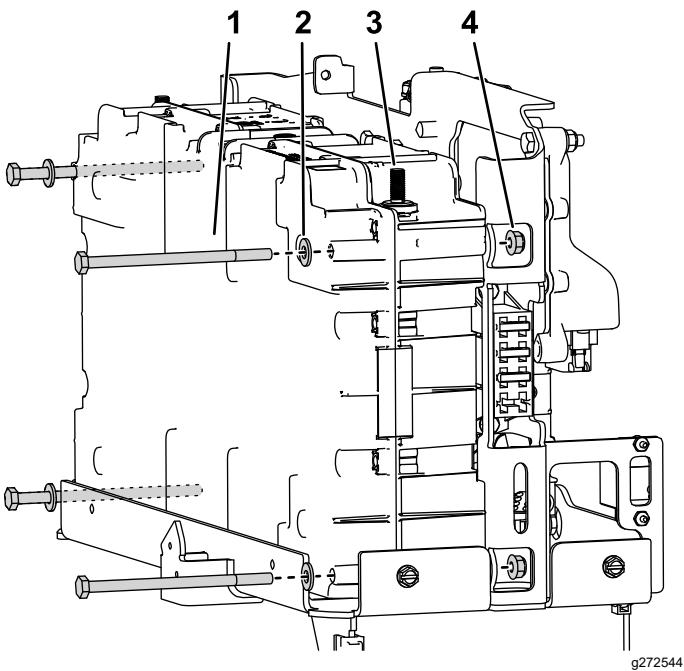

Figura 8
3. Coloque la batería en la plataforma de la batería e instale las fijaciones como se muestra en la Figura 8.